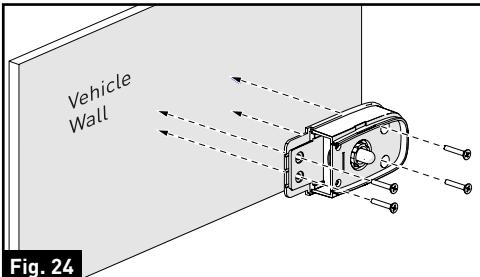

Fig. 24
5. Fixez la base du feu sur la paroi du véhicule à l'aide des quatre vis autotaraudeuses plates (quad drive tête plate #6 x 3/4 "auto-forage vis à bois). (Fig. 24)